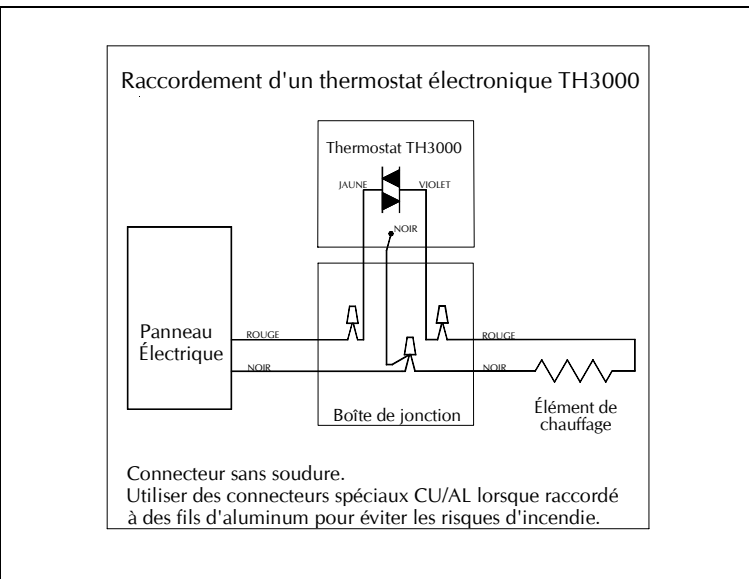

Fig. 2 Raccordement typique d'un thermostat TH3000
- Effectuer le raccordement des fils du thermostat directement aux fils du secteur en utilisant des connecteurs sans soudure selon la figure 2.
Le câblage électrique du thermostat doit être conforme aux codes d'électricité en vigueur dans votre localité. La figure 2 montre le raccordement typique du thermostat.